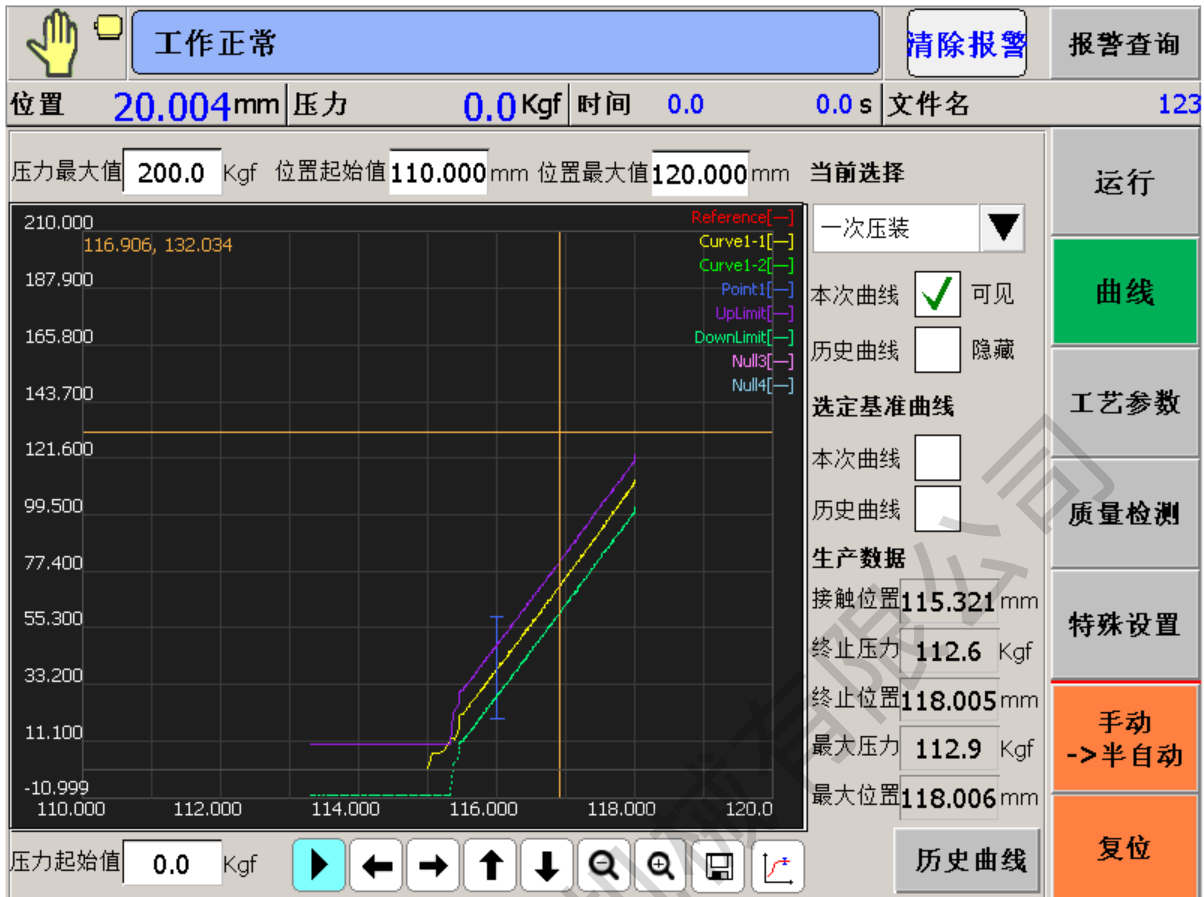

图 5-2 压装曲线页面
- 在线质量判定功能：可实现压装、检测同步执行，无需增加检测工位，即可轻松实现产品全检，系统支持点检测、区域检测、窗口检测等多种模式，压装曲线及相应的检测设置如图 5-2 所示。品质 NG 时，质量检测区域立刻变为红色，系统可根据设置执行是否自动停止运行并声光报警功能。